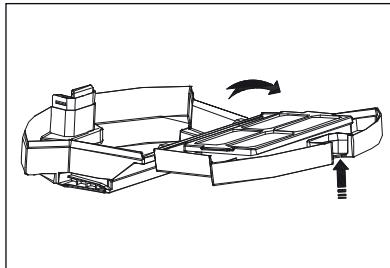

Fig. 8
- 2) Pulse el botón de desencastre **⑬** del depósito de polvo **⑯** y ábralo (consulte la fig. 8).